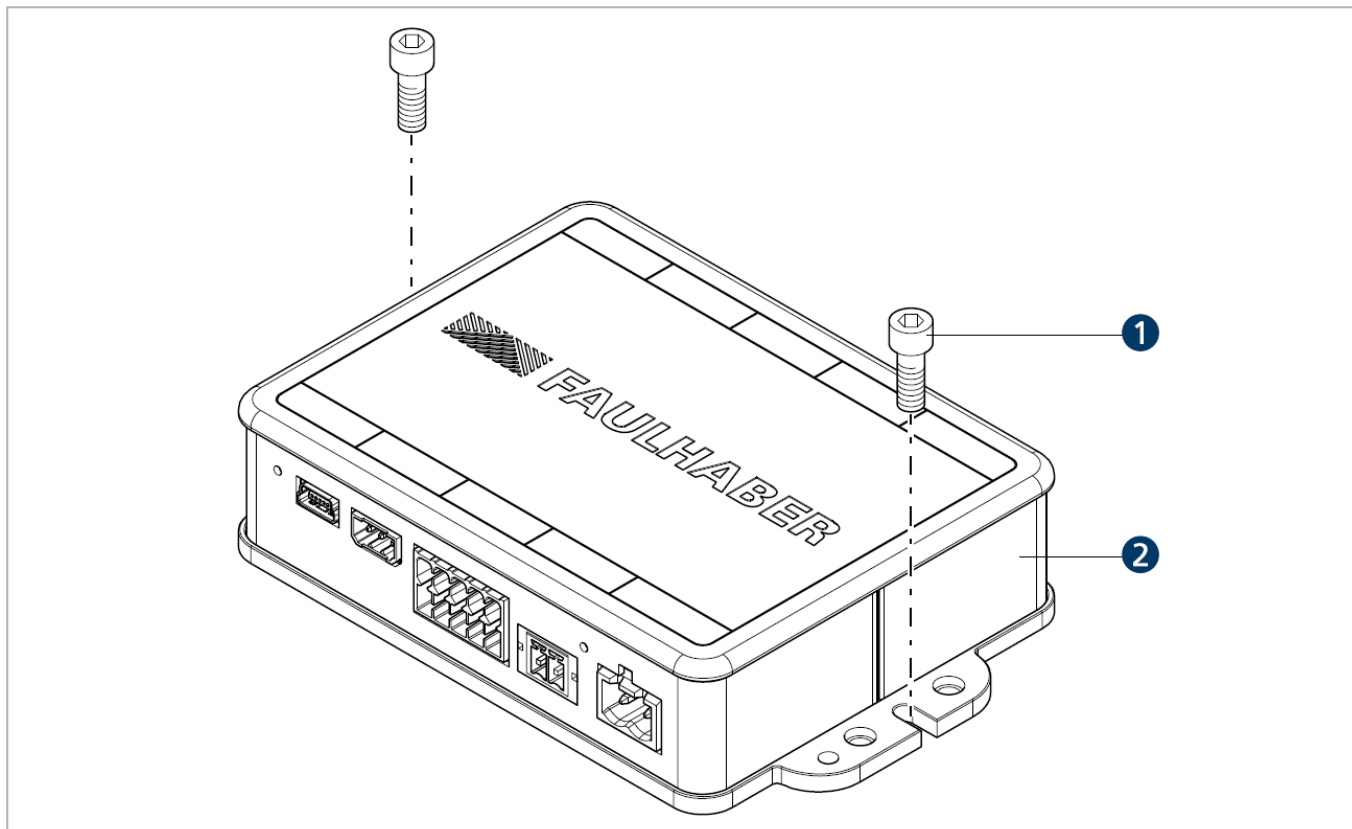

図6: サイドプレートによる取り付け
▶ 図6に示すように、ネジ (1) を使用し、モーションコントローラ (2) を取付けプレートに取り付けます。